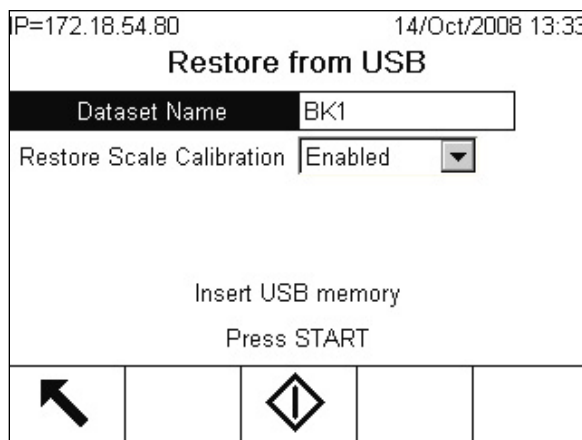

Figure 3-3 : Restauration depuis USB
2. Accédez à **Configuration > Maintenance > Lancer > Restauration de l'USB**. Un écran comme celui illustré sur la Figure 3-3 s'affiche.